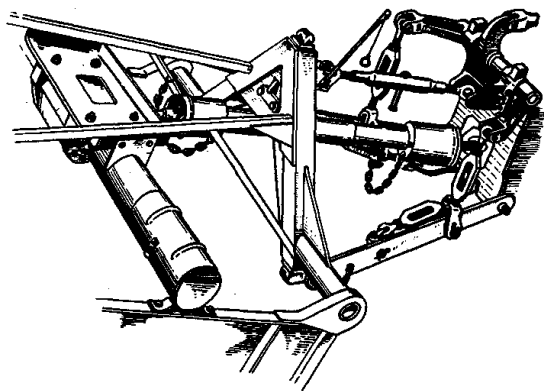

Рисунок 2 - Схема крепления вала телескопического
5.1.3 Соединить вал телескопический с картофелекопателем. Цепочки ограждения закрепить согласно схеме рис. 2.